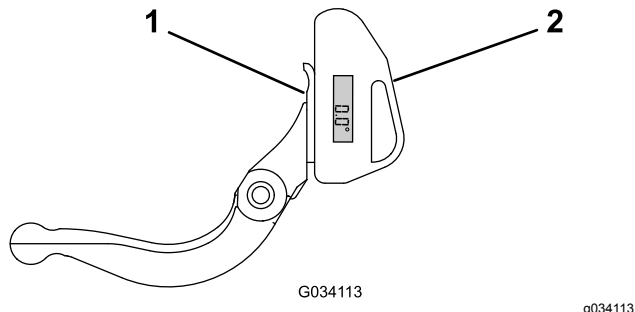

Рисунок 28
1. Установите индикатор угла на нижней стороне неподвижного ножа, как показано на Рисунок 28.